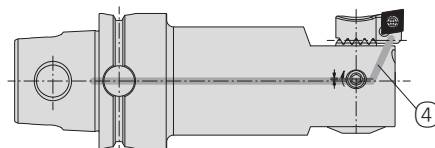

Рис. 2
- Внутренний подвод СОЖ с подачей (4) на режущую кромку (рис. 2). Максимально допустимое давление 40 бар.